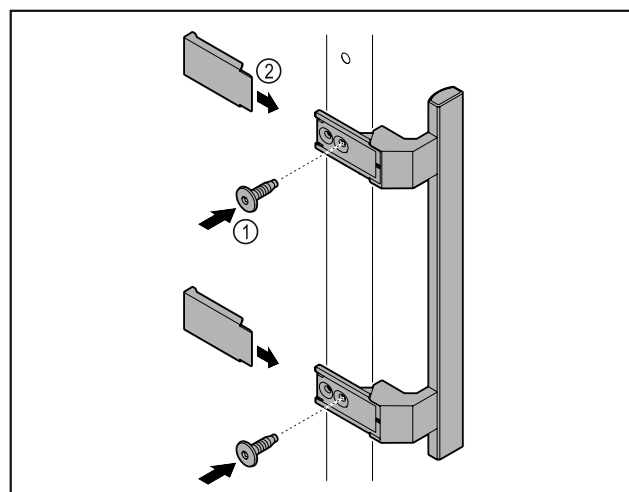

Fig. 63
- Montare sulla porta la maniglia contenuta nella confezione con le viti annesse Fig. 63 (1).
- Applicare la copertura Fig. 63 (2).